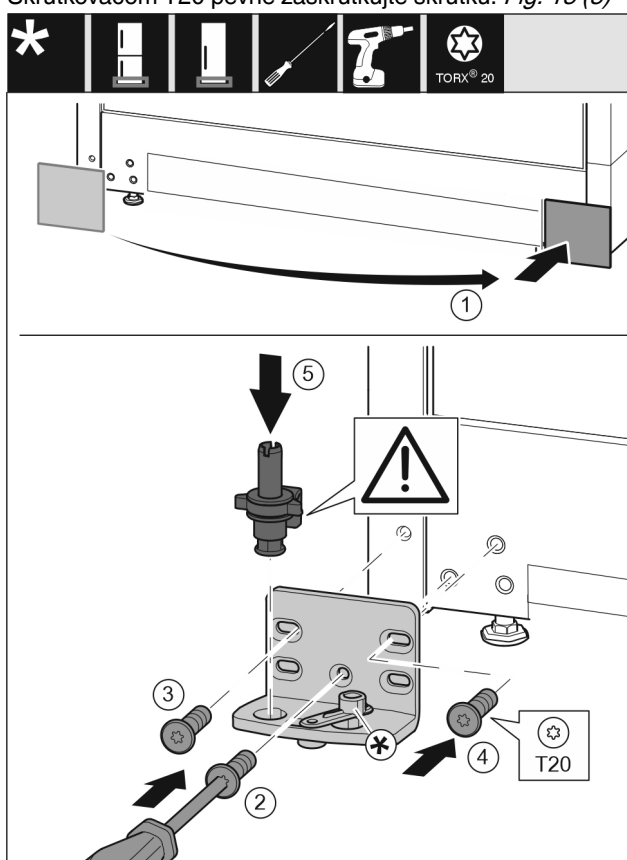

Fig. 14
- Odoberte kryt a pripevnite ho na druhú stranu. Fig. 14 (1)
- Ložiskovú konzolu nasadte na druhú stranu a priskrutkujte ju pomocou skrutkovača T20. Začnite skrutkou 2 dole v strede. Fig. 14 (2)
- Pevne zaskrutkujte skrutku 3 a 4. Fig. 14 (3,4)
- Ložiskový čap úplne nasadte. Dbajte pritom na to, aby zaistovací doraz ukazoval smerom dozadu. Fig. 14 (5)